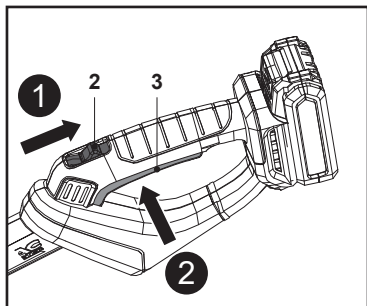

Fig. 26
1. Asigură-te că lama foarfecii pentru gard viu (17) sau lanțul de fierăstrău (20) nu ating obiecte străine. Scoate protecția lamei (16) sau teaca lamei de ghidare (18) de pe lama foarfecii pentru gard viu (17) sau lanțul de fierăstrău (20) înainte de a porni produsul.
2. Ține produsul cu o mână pe manșonul confortabil (7a) al tijei posterioare (7) și cu cealaltă mână pe mânerul posterior (1). Nu porni produsul ținându-l doar cu o mână.
3. Trage înapoi butonul de blocare (2) și ține-l în poziție (fig. 26, pasul 1).
4. Apasă comutatorul de pornire/oprire (3) pentru a porni produsul (fig. 26, pasul 2). După aceea eliberează butonul de blocare (2).
5. Eliberează comutatorul de pornire/oprire (3) pentru a opri produsul.